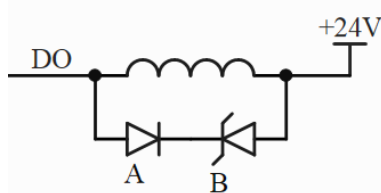

图 1-3 DTD 类型输出，直流感性负载抑制电路
- 2 在使用感性负载时，要加入抑制电路来限制输出关断时电压的升高。抑制电路可以保护输出点不至于因为高感抗开关电流而过早的损坏。另外，抑制电路还可以限制感性负载开关时产生的电子噪声。通用输出感性负载电流大于 200mA，建议增加续流二极管。图 1-3 给出了 DTD 类型输出，负载抑制电路的一个实例。在大多数的应用中，用附加的二极管 A (IN4001 二极管或类似器件)